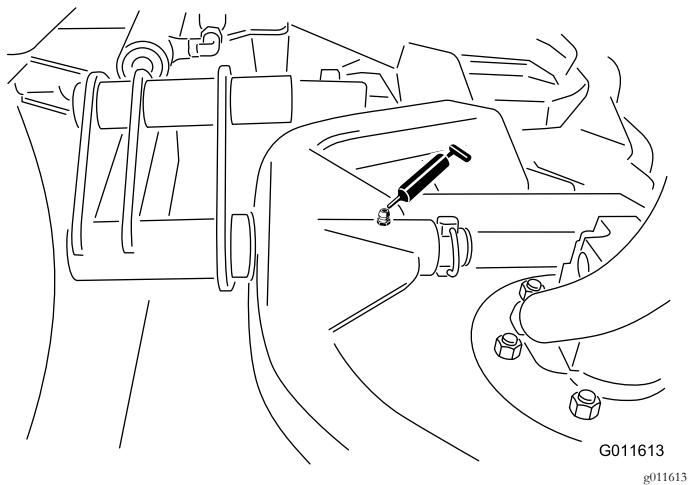

Bild 31
- Mähwerkträgererrahmen und Drehzapfen (1)—Bild 31